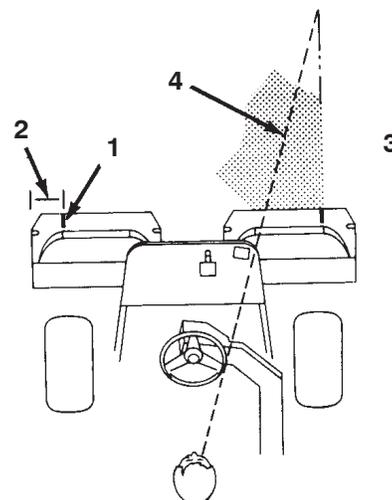

Bild 38
1. Messen Sie ungefähr 12,7 cm von der äußeren Kante jedes Korbs (Bild 38).
2. Bringen Sie einen Streifen weißes Isolierbands an jedem Korb an, oder zeichnen Sie eine Linie. Das Isolierband bzw. die Linie sollten parallel mit der äußeren Kante jedes Korbs verlaufen (Bild 38).